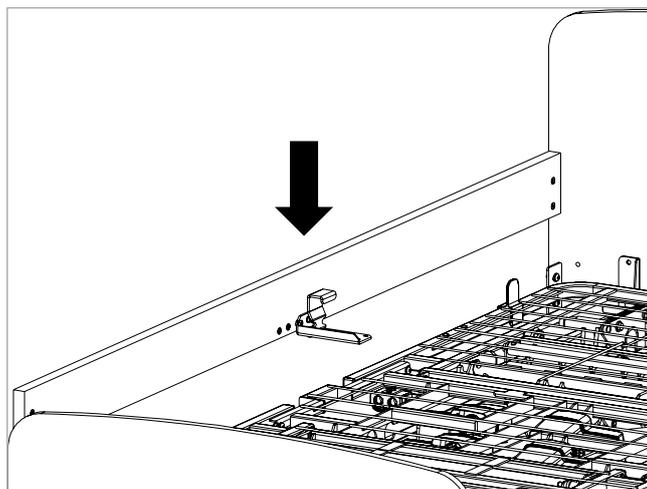

Figure 9.6
7. Montez les panneaux latéraux sur le cadre du lit comme indiqué dans Figure 9.6. Positionnez le panneau latéral entre la tête de lit et le pied de lit et placez la griffe du support central sur la barre latérale du cadre de lit.